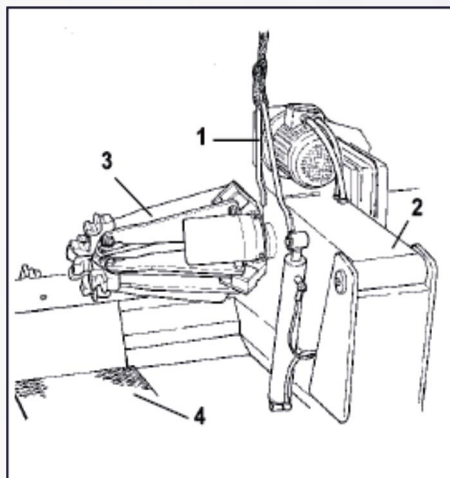

Рисунок 33
(на стенде для транспортировки установлена вилка 1 (рис. 33).
1) Опустите вниз до конца кронштейн самоцентрирующейся цапги 2 (рис. 33).
2) Полностью сложите кронштейны цапги 3 (рис. 33).
3) Каретку 4 (рис.33) до упора подведите к кронштейну.